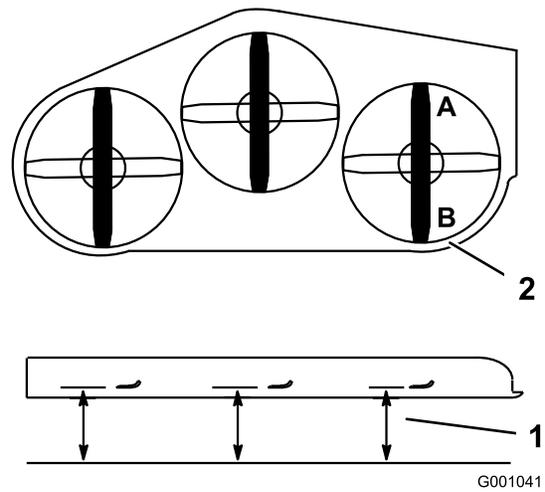
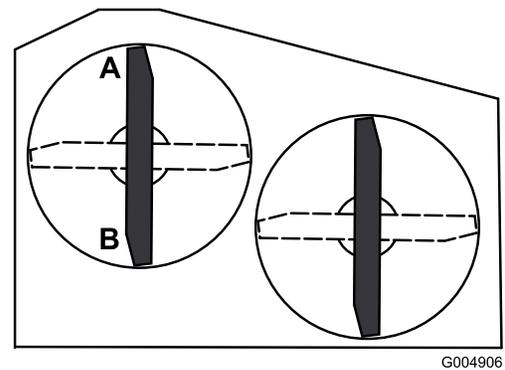

Figure 66
Figure 67
2. Tournez 1 lame dans le sens longitudinal. Mesurez la distance aux points **A** et **B** entre une surface plane et le bord coupant des pointes des lames (Figure 66 ou Figure 67).
Remarque: Pour les tabliers de coupe de 91 cm (36 pouces), reportez-vous à la Figure 67.
5. Mesurez la distance aux points C et D (Figure 66) entre une surface plane et le tranchant des lames.